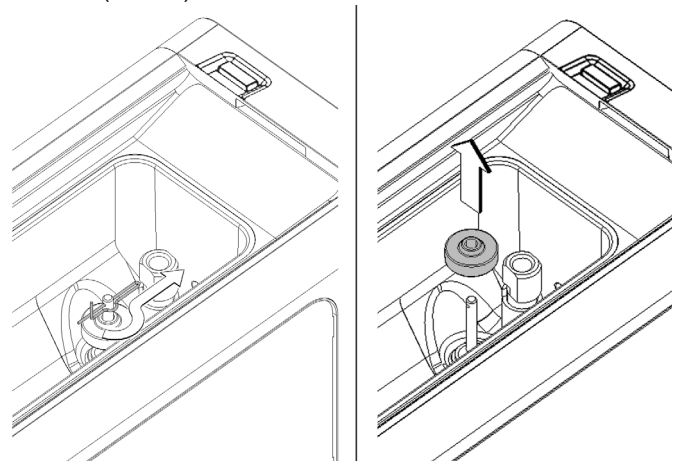

Bild 18
- 4 Die Befestigungsgabel und dann den Schwimmer herausnehmen. (Bild 18)